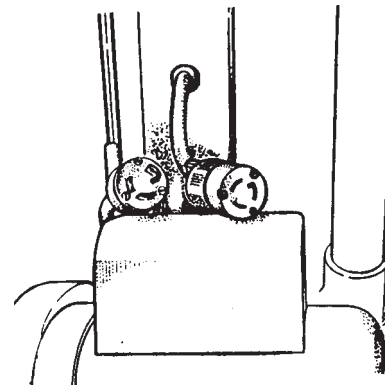

Figura 7
5. Conecte el cable flexible de la manija al cable del motor. Alinee la clavija de tierra, insértela y tústala. Consulte la figura 7.